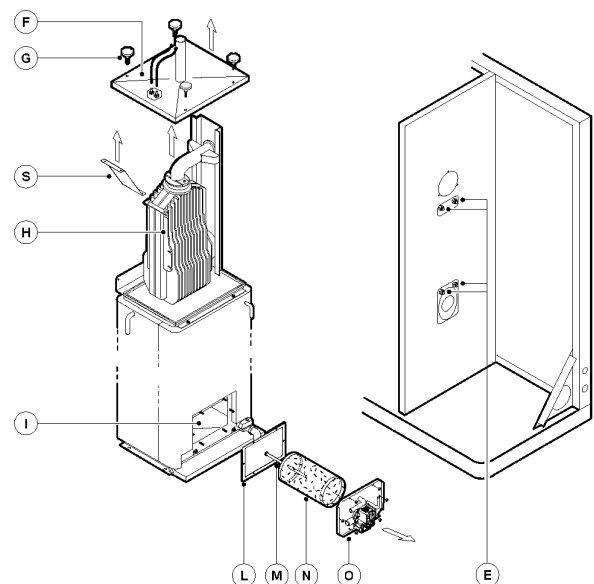

Рис. 11.1.2
- отсоедините провода от электрода обнаружения пены F (Рис. 11.1.2);